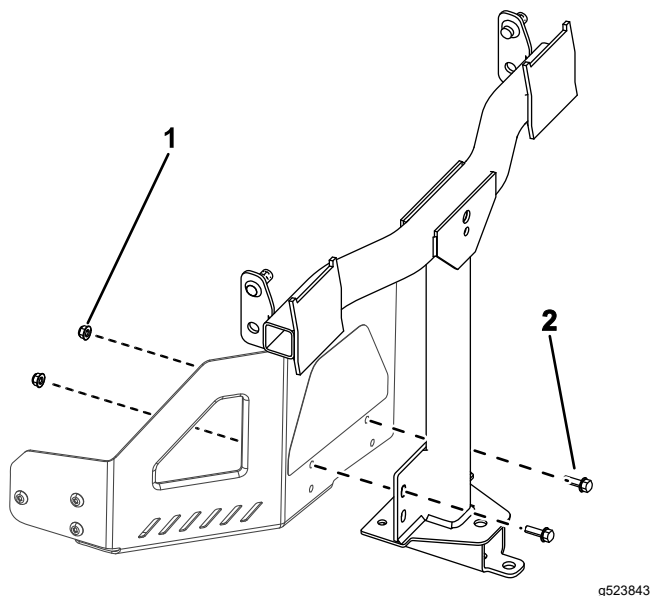

Figura 8
2. Montate il telaio del perno sulla macchina come illustrato nella Figura 8. Fissate il telaio del